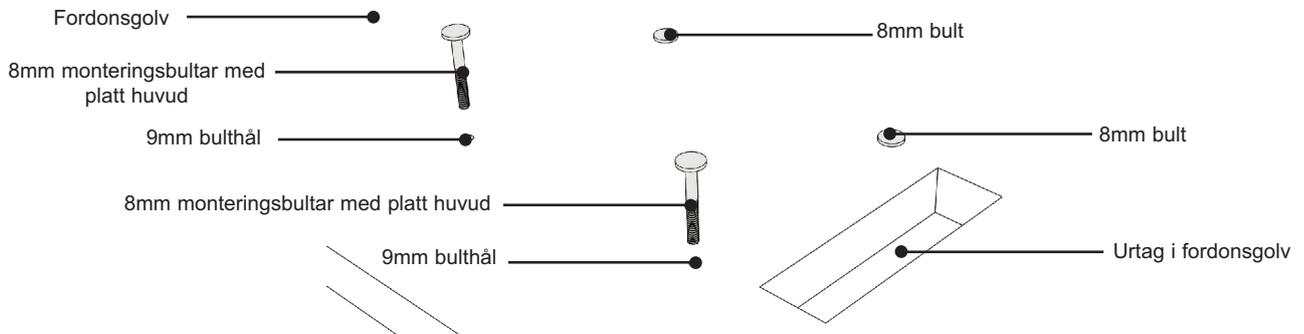

Bild 10 Montering av monteringsbultar
- i. Sätt i 8mm monteringsbultar med platt huvud (ingår ej) genom 9mm-hålen i golvet från insidan (se bild 10).